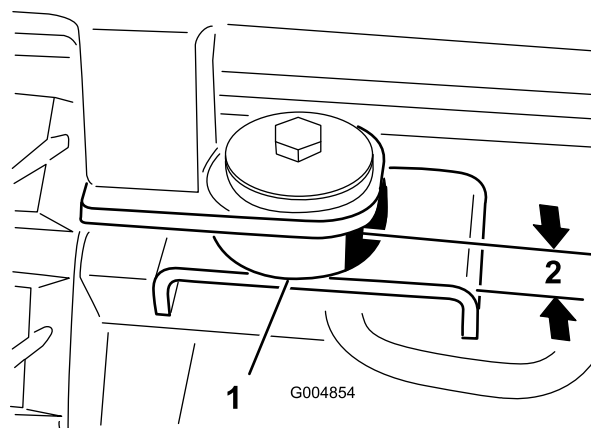

図 67
3. 前側の取り付け部にゴム製のマウントを挿入する 図 67。